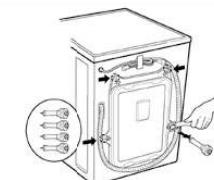

Figure 4
4. Utilisez les bouchons fournis pour sceller les trous des boulons (voir figure 4).